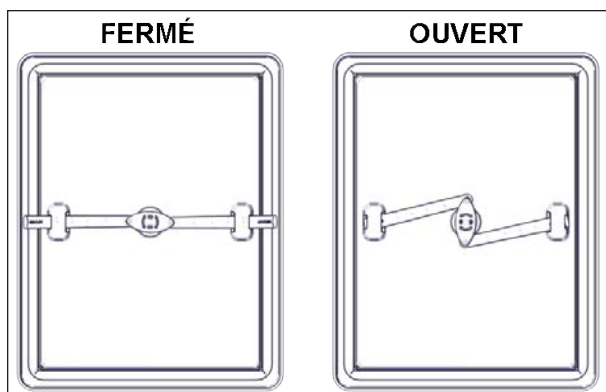

FIGURE 25: MÉCANISME DE VERROUILLAGE DE LA SORTIE D'URGENCE
4. Sur la sortie d'urgence, vérifier si le mécanisme de verrouillage fonctionne bien. S'assurer que les bras sont rétractés en position ouverte et allongés en position fermée, voir Figure 25.